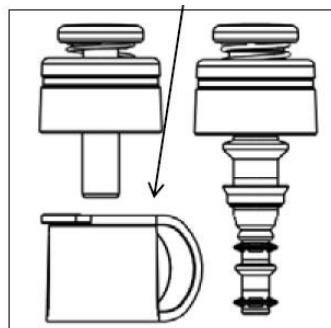

Figure 2
11. Si le kit 3 pièces est utilisé (Cf figure 2), fixer la valve à biopsie.